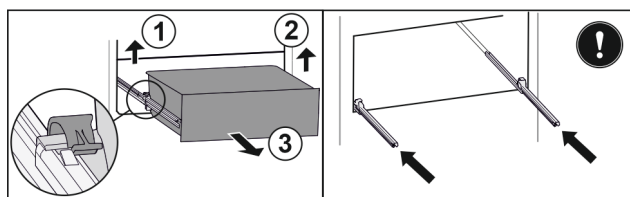

Fig. 206
- Pakelkite kairįjį gnybtą ir tuo pačiu metu ištraukite kairįjį stalčių į priekį. Fig. 206 (1)
- Pakelkite dešinįjį gnybtą ir tuo pačiu metu ištraukite stalčių į priekį. Fig. 206 (2)
- Išimkite stalčių į priekį. Fig. 206 (3)